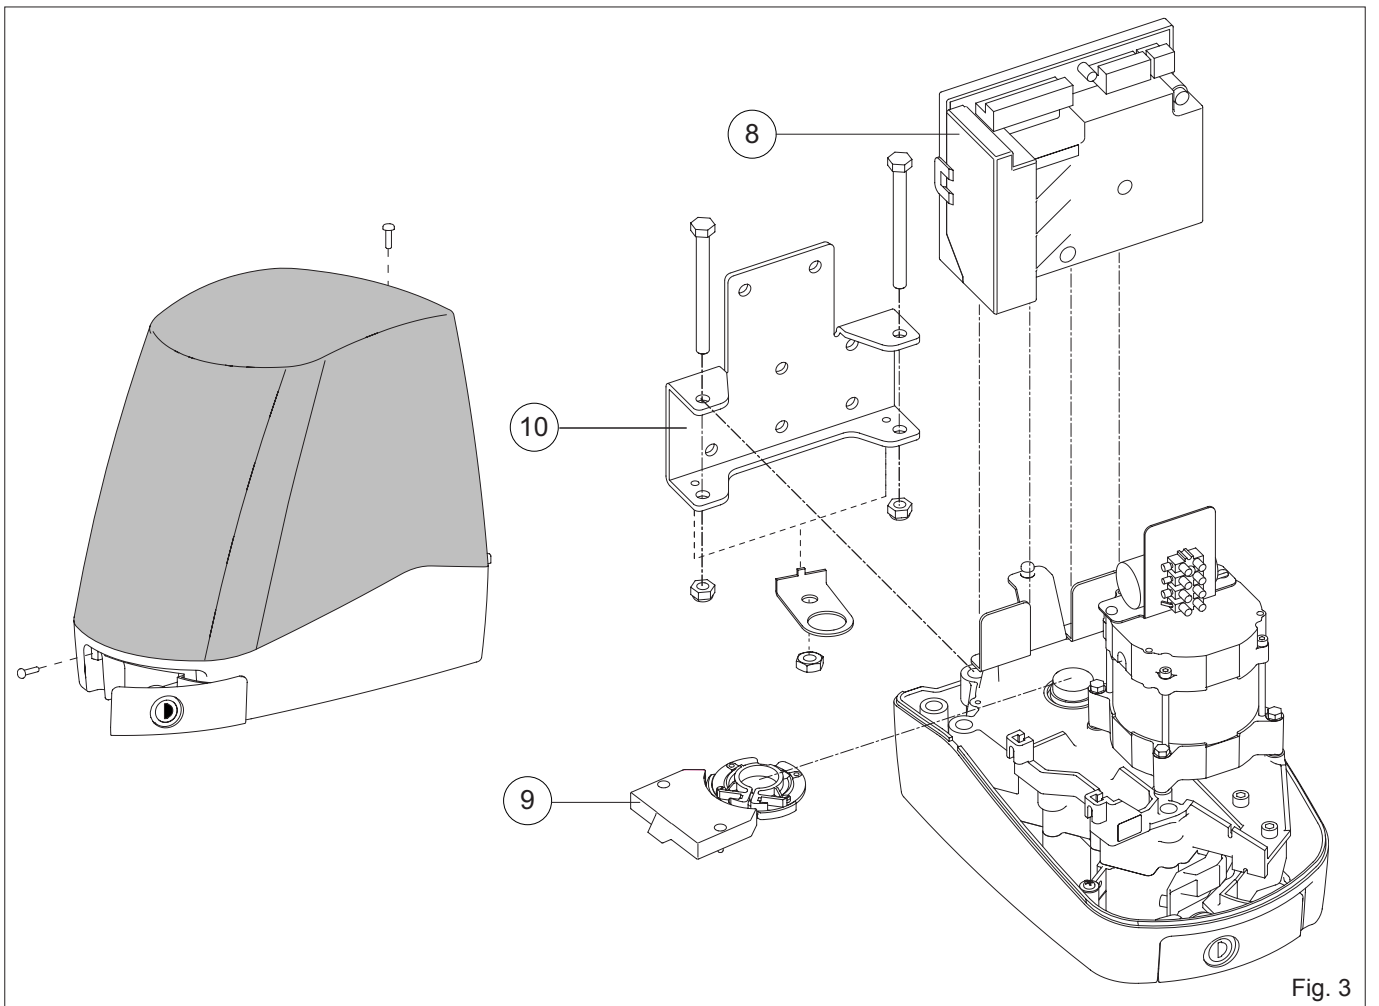

Fig. 3
2.2 Riferimenti motoriduttore (fig. 3)
- Togliere il coperchio e montare il motoriduttore sulla piastra di fissaggio [15] come indicato in fig. 3.